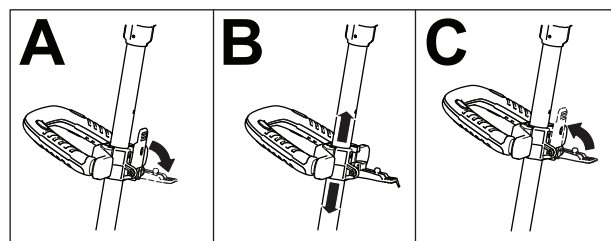

Figure 13
1. Déverrouillez le verrou de la poignée auxiliaire (encadré A de la Figure 13).
2. Élevez ou abaissez la poignée auxiliaire à la hauteur voulue (encadré B de la Figure 13).
3. Refermez le verrou de la poignée auxiliaire pour la fixer en place (encadré C de la Figure 13).